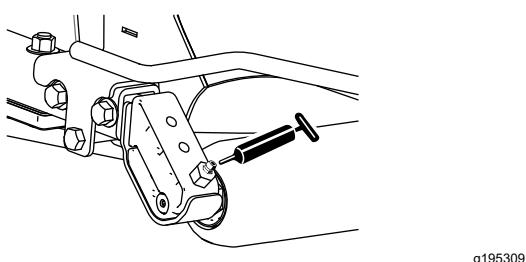

Figura 46
- 2 (por unidad de corte) cojinetes de rodillo trasero (Figura 46)